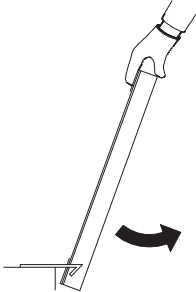

Figura 6
- (3) Desenganche la red de protección y sáquela. (Consulte la **Figura 6**).